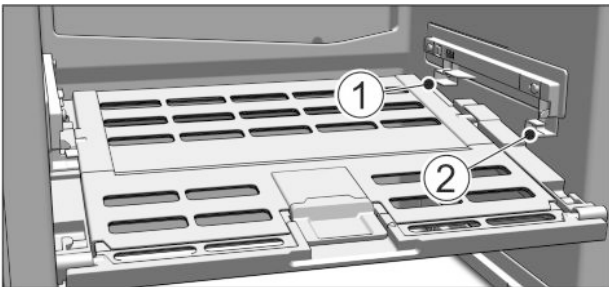

Fig. 10
- ▶ A zöldséges & gyümölcsös rekesz fedelének behelyezése: Alulról vezesse be a fedél bordáit a hátsó tartóba Fig. 10 (1), elől pedig pattintsa be őket a tartóba Fig. 10 (2).